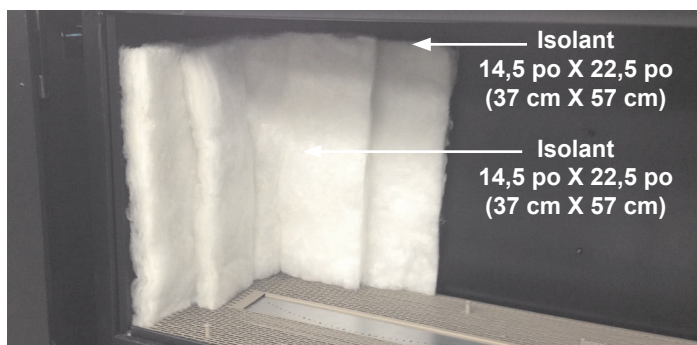

Figure 3
Lors du montage de la garniture, prendre grand soin de ne pas endommager l'assemblage du pilote et ses sondes d'allumage! Voir Figure 3.
6. Poser les pièces d'isolant contre les parois latérales de l'âtre. Placer en premier les pièces d'isolant de 14,5 po H X 22,5 po L (37 cm H X 57 cm L) contre les parois latérales de l'âtre de sorte que leur bordure avant se trouve à environ 2 à 3 po (5 à 7,5 cm) du devant du foyer. Ces pièces couvriront également une partie de la paroi arrière de l'âtre. **Voir Figure 3.**
7. Placer les pièces d'isolant moins longues sur celles du fond à partir d'environ 5 à 6 po (13 cm à 15 cm) de la bordure avant de la première épaisseur posée à l'étape 6. **Voir Figure 3.**